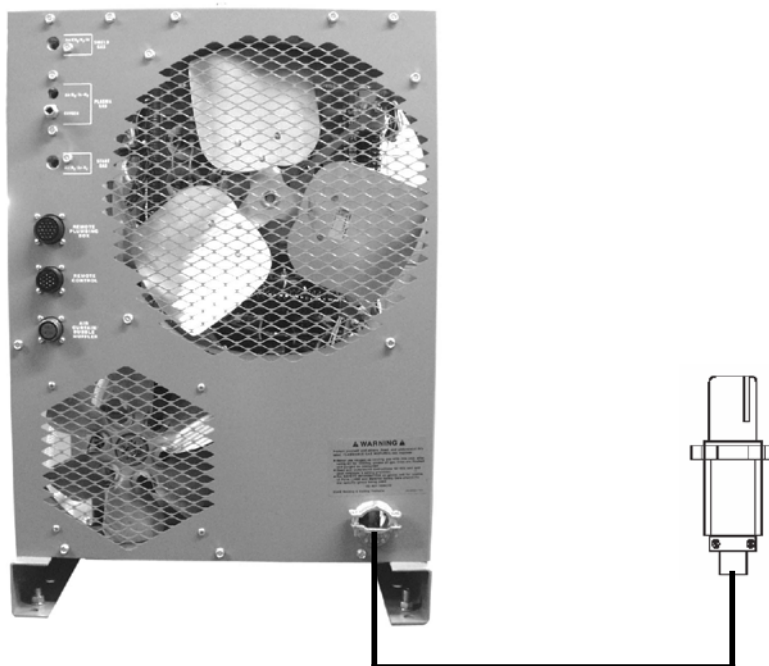

Fig. 1. Typisk installation med en af brugeren tilvejebragt 3-faset sikret adskillerboks med udtag og stikprop.
1. Ved driftsafbryderen (stikkontakt eller tilsvarende) skal der være en fast monteret adskiller med sikringer eller afbrydere, se fig. 1. Strømforsyningskablet skal have isolerede kobberledere – tre faseledere og en beskyttelsesjordleder. Der kan benyttes kraftigt gummiisoleret kabel. Kablet kan lægges i et stift kabelrør eller i et bøjeligt kabelhylster. De korrekte kabeltværsnit og sikringsstørrelser er angivet i tabel 1.